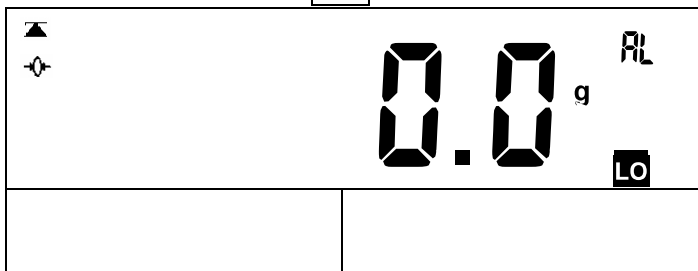

图 50
- b. 用数字键输入上限值，按**确认**键确认后输入下限值如图 50：